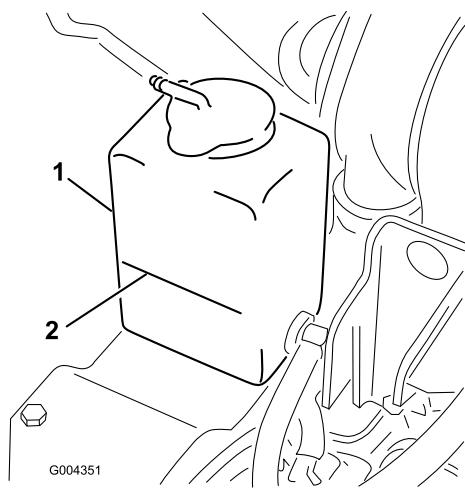

Bild 19
1. Prüfen Sie den Kühlmittelstand im Ausdehnungsgefäß (Bild 19).